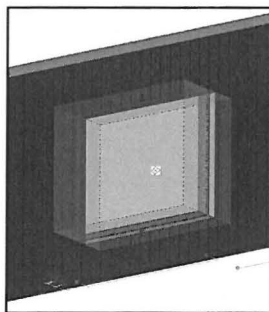

Fig. 17.27. Trækker du i vinduets højde og bredde, følger væggen med omkring vinduet.
- Rediger størrelsen på glasset, ved at trække i pilene i top og bund, som forekommer når glasset er markeret (Fig. 17.27)